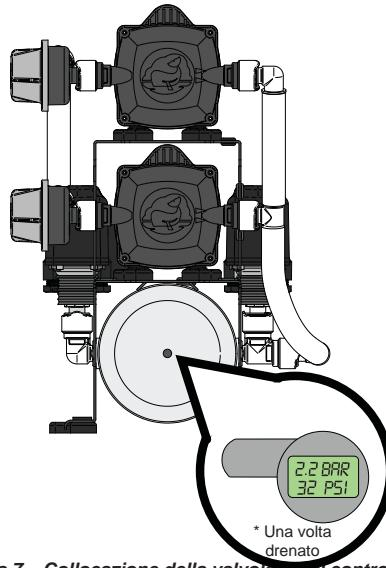

Figura 7 – Collocazione della valvola per il controllo annuale
| 11. | Contatti del servizio di assistenza | Figura 7  | Collocazione della valvola per il controllo annuale          |
- Controllare annualmente la pressione del serbatoio accumulatore come illustrato nella figura 7. Se necessario, usare una pompa manuale o a pedale per aumentare la pressione.